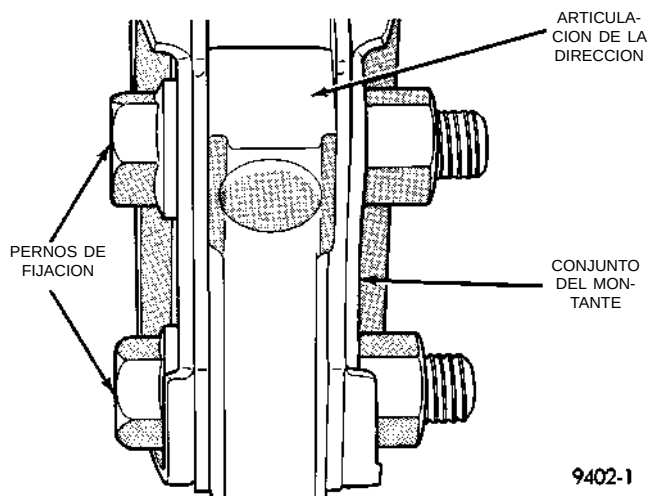

Fig. 12 Conjunto del montante de la articulación de la dirección a los pernos de fijación
- (6) Retire los 2 pernos (Fig. 12) de fijación del conjunto al montante de la articulación de la dirección.
(2) Alinee el conjunto del montante con la articulación de la dirección. Emplace el brazo de esta última en el soporte de la horquilla del conjunto del montante, alineando los orificios de este soporte con los orificios de instalación en la articulación de la dirección. Instale los dos pernos de fijación del conjunto del montante en la articulación de la dirección (Fig. 12). Los pernos de fijación deben instalarse con las tuercas orientadas hacia la parte delantera del vehículo. Apriete los pernos de fijación con una torsión de 53 N·m (40 lbs. pie) más 1/4 de vuelta adicional después de lograr la torsión especificada.